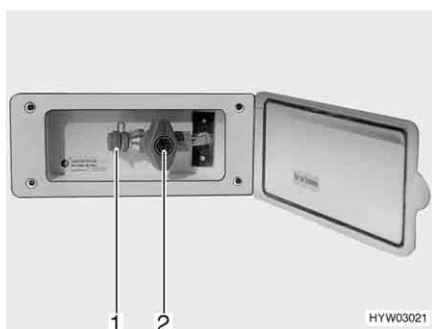

Fig. 81 Presa gas esterna, rubinetto di arresto del gas chiuso
La presa gas esterna (Fig. 81) si trova, a seconda del modello, nella parte posteriore o sul lato destro o sinistro del veicolo.
- Collegare l'apparecchio a gas esterno all'attacco (Fig. 81,1).
- Aprire il rubinetto di arresto del gas (Fig. 81,2).